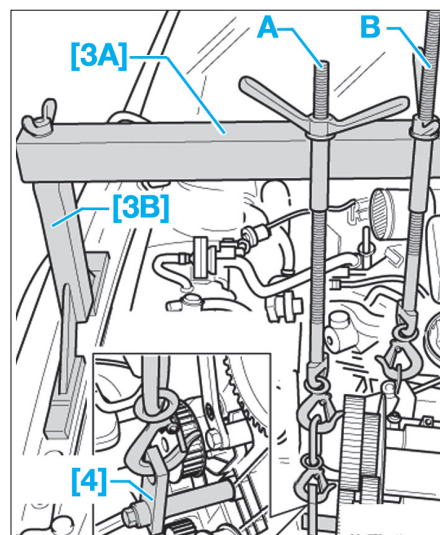
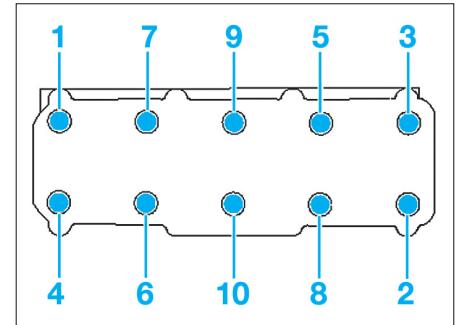

Fig. 30
Fig. 31
- [3C]. Complément au dispositif de soutènement (ref : T10-222A/2) (Fig.30).
- [4]. Support (ref : T10109) (Fig.30).
- Le moteur doit être à présent maintenu par le bloc-cylindres grâce aux outils [3] et [4] (Fig.30).
- Soulever légèrement le moteur à l'aide de la tige filetée (B) (Fig.30).
- À l'aide de la seconde tige filetée (A), soulever légèrement le moteur jusqu'à ce que la tige filetée (B) soit délestée puis extraire cette dernière.
- Desserrer les vis de culasse dans l'ordre indiqué (Fig.31).